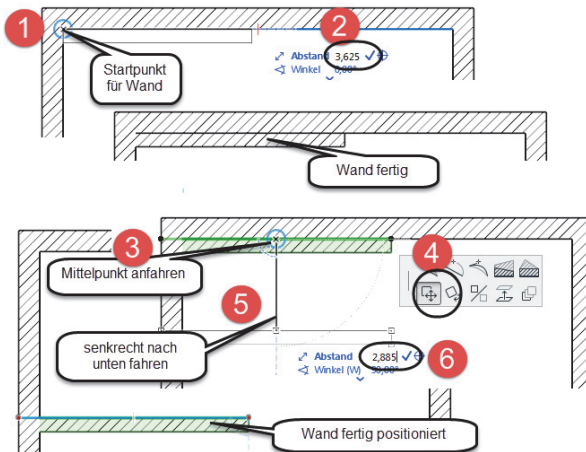

Abb. 1.35: Innenwand erstellen und verschieben
Sie können auch einfach die eine vorhandene Wand auf den gewünschten Abstand ziehen. Eine vorhandene oder zunächst an der falschen Position erstellte Wand ❶, ❷ wird mit dem PFEIL-Werkzeug  angeklickt ❸, erscheint dann in Grün und bietet Bearbeitungsfunktionen in der PET-PALETTE ❹ an. Hiermit wird die Wand um den Abstand verschoben ❺, der aus Abbildung 1.35 ohne zusätzliches Rechnen entnommen werden kann ❻.